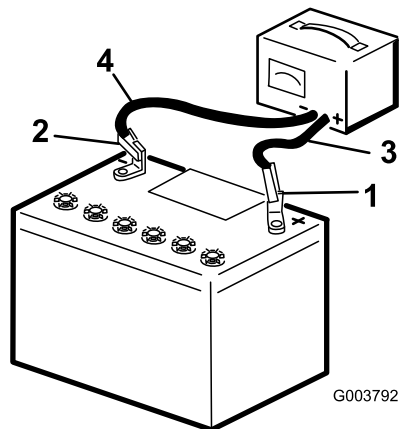

Figura 50
2. Carregue a bateria durante 4 a 8 horas a uma taxa de 3 a 4 A (Figura 50). Não carregue demasiado a bateria.
3. Quando a bateria estiver totalmente carregada, desligue o carregador da tomada elétrica e em seguida desligue os cabos do carregador dos bornes da bateria (Figura 50).